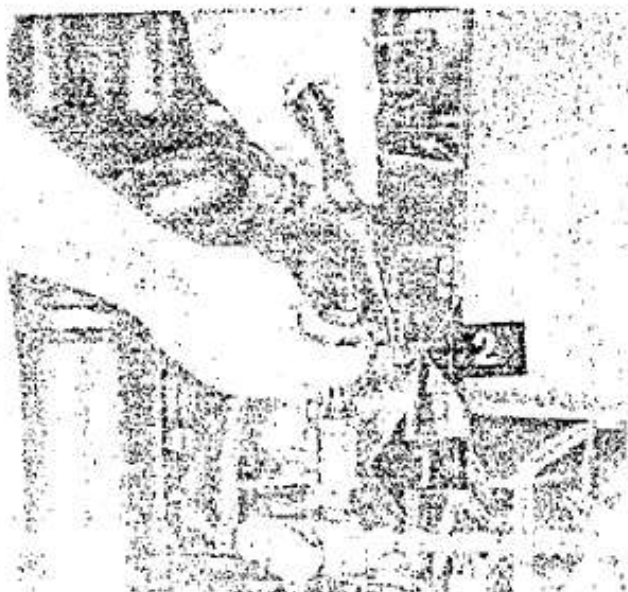

Fig. 35.—Cebado y purga de aire.
- Purgador de la bomba —lado derecho— (fig. 35).